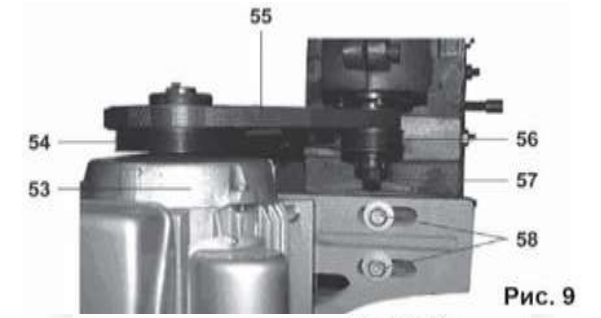
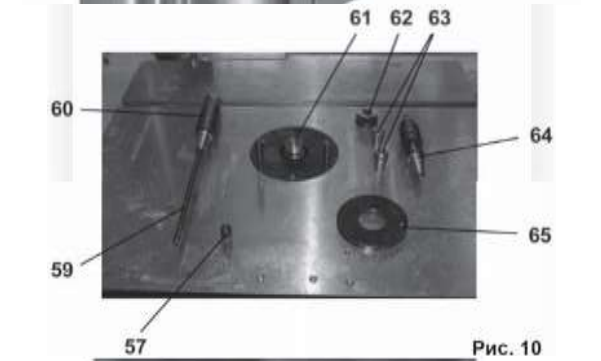

Рис. 9
Рис. 10
8.5.1. На станке предусмотрена замена вставки шпинделя (60 или 64) или установка цангового зажима для установки фрез (66) с цилиндрическим хвостовиком, Рис. 10, 12.
8.5.2. Ключом (не комплектуется) открутите на два – три оборота гайку (57), Рис.9. Лёгкими ударами деревянного молотка по гайке (57) выведите из посадочного места конус вставки шпинделя (60), Рис.9,10. Скрутите гайку (57) Рис.9. Извлеките шпиндельную вставку (60) со шпилькой (59), Рис.10. Шпильку (59) выкрутите из вставки шпинделя (60), Рис.10.
8.5.3. Для замены вставки шпинделя (60) шпильку (59) вкрутите во вставку шпинделя (64). В конусное отверстие шпинделя (61) вставьте шпильку (59). Положение вставки шпинделя (64) надёжно закрепите гайкой (57), Рис.9,10.
9.1.8. Определите необходимую скорость вращения шпинделя для предстоящей обработки заготовки. Для изменения частоты вращения шпинделя ослабьте два болта (58), переместите электродвигатель (53) в сторону шкива шпинделя (56) и установите ремень передачи (55) в одно из двух положений. Верхнее положение ремня передачи (55) на шкивах (54 и 56) соответствует частоте вращения =8300об/мин., нижнее положение ремня передачи (55) на шкивах (54 и 56) соответствует частоте вращения =5800об/мин. Переместите электродвигатель (53) в сторону натяжения ремня передачи (55), зафиксируйте положение электродвигателя (53) двумя болтами (58). Чрезмерное натяжение ускорит износ ремня передачи (55), Рис.9.